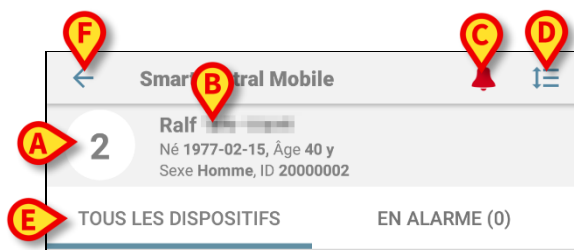
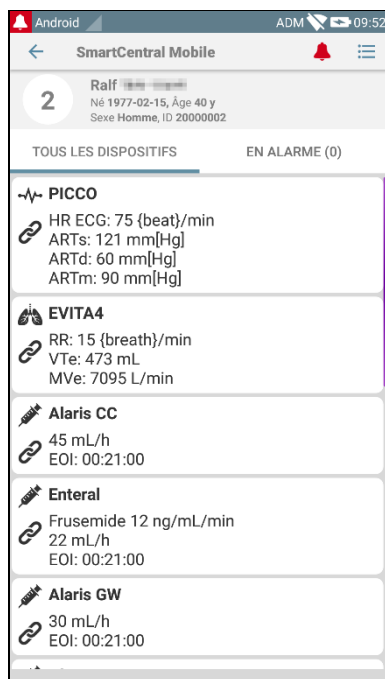

Fig 51
Fig 52
L'intitulé (Fig 51) reporte les informations et les outils suivants:
- numéro de lit (Fig 51 **A**) ;
- Données du patient (Fig 51 **B**).
- L'icône de la cloche rouge (Fig 51 **C**) indique qu'il y a au moins un dispositif médical en alarme sur un des autres lits (ceux n'étant pas affichés).
- Utiliser l'icône indiquée sur la Fig 51 **D** pour agrandir les zones du dispositif et afficher plus d'informations sur chaque dispositif médical connecté (Fig 52). Le type d'informations affichées dépend de la configuration et du dispositif spécifique.
Taper de nouveau sur l'icône (Fig 51 **D**) pour revenir au mode d'affichage compact.
- Utiliser les filtres indiqués sur la Fig 51 **E** pour afficher tous les dispositifs médicaux connectés ou seulement ceux émettant des notifications.
Utiliser la touche retour (Fig 51 **F**) pour revenir à l'écran "Central".